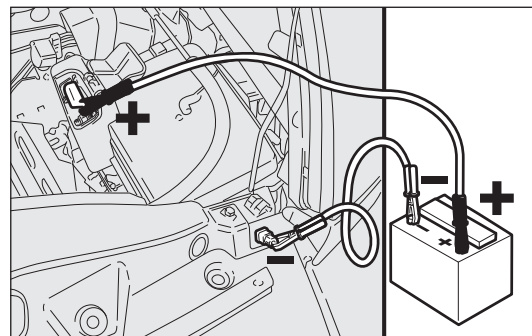

fig. 153
- ☐ conecte con un segundo cable el borne negativo (–) de la batería auxiliar con el punto de masa tal como se muestra en la fig. 153;